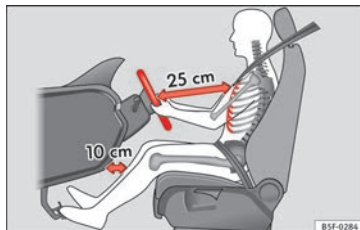

Abb. 82 Der richtige Abstand des Fahrers zum Lenkrad.
- Stellen Sie das Lenkrad so ein, dass der Abstand zwischen Lenkrad und Brustkorb mindestens 25 cm beträgt » **Abb. 82.**
- Stellen Sie den Fahrersitz so ein, dass zwischen Ihrem Brustkorb und der Lenkradmitte ein Abstand von mindestens 25 cm vorhanden ist »» Abb. 82. Beträgt der Abstand weniger als 25 cm, kann Sie das Airbag-System nicht richtig schützen.